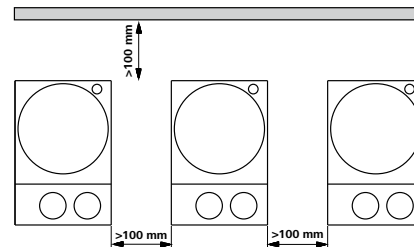

Fig. 3
- Upoštevajte najmanjše razdalje med napravami, med napravo in steno ter nad sestavljeno napravo (najmanj 800 mm), (Fig. 3).